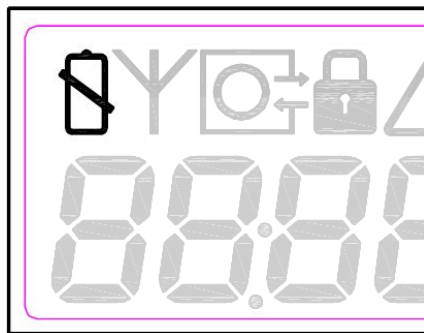

Рисунок 6
2.3.4 Счетчик оснащен емкой батареей автономного питания с низким уровнем саморазряда. В случае если в ходе снятия показаний или периодических осмотров счетчика на индикаторе появится значок аварийного уровня питающей батареи (рисунок 6).